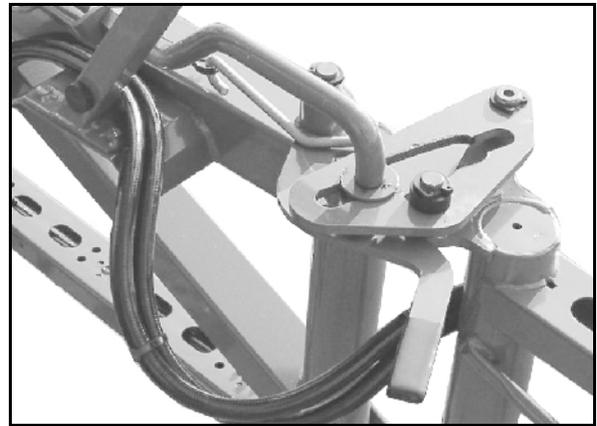

Fig. 47
- Fig. 47 - Compensación de oscilaciones desbloqueada.